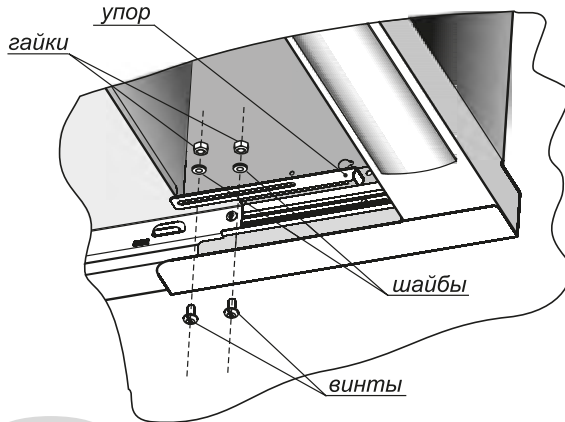
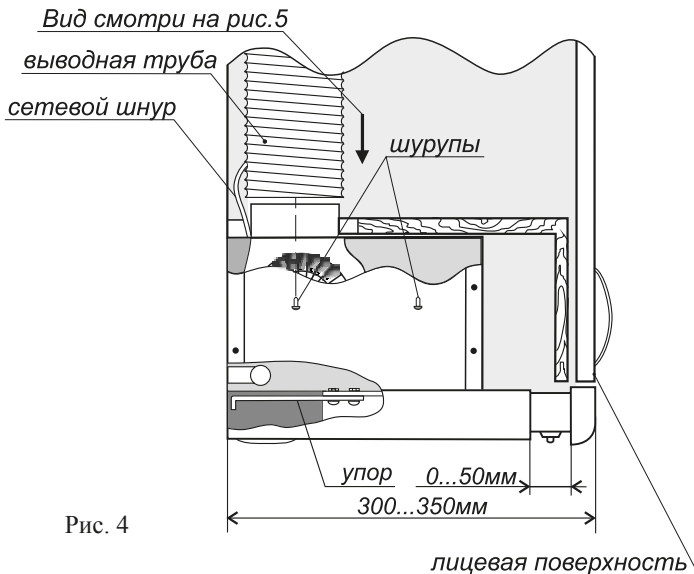

Рис. 3
Рис. 4
- 6.2 Воздухоочиститель рассчитан для монтажа в шкафчик глубиной 300 мм. При этом лицевая поверхность шкафчика и панель воздухоочистителя будут находиться в одной плоскости. При большей глубине шкафчика (до 350 мм), Вы можете отрегулировать ход выдвижной панели так, чтобы в закрытом состоянии она была на одном уровне с лицевой поверхностью шкафчика. Для этого установите упор (рис. 3) и отрегулируйте его вылет (рис. 4). Если глубина Вашего шкафчика больше 350 мм, то при его изготовлении необходимо закрыть пространство за воздухоочистителем мебельной панелью.
- Вставьте воздухоочиститель со снятыми фильтрами в полость шкафчика и изнутри разметьте 4 крепежные отверстия по верхнему своду воздухоочистителя (рис.4).